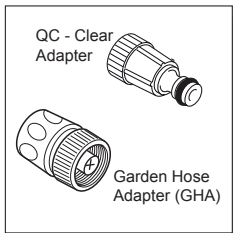

Fig. 11
- Instale el adaptador de la manguera de jardín (GHA) y filtro de conexión rápida. Se compone de dos piezas separadas. (1) adaptador de plástico transparente con un filtro de pantalla (aproximadamente 3 pulgadas de largo) y (2) un collar azul/negro accesorio (Fig. 11).